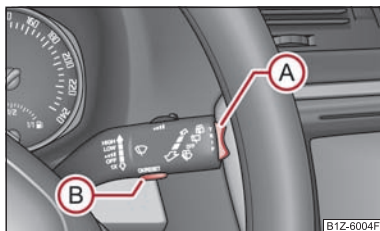

Fig. 19 Indicador multifunción:
La conmutación de las memorias se efectúa con la tecla **(B)** ⇒ fig. 19 en la palanca del limpiaparabrisas.
El balancín **(A)** y la tecla **(B)** se encuentran en el puño de la palanca del limpiaparabrisas ⇒ fig. 19.
Si la temperatura exterior disminuye por debajo de +4 °C, aparecerá delante de la indicación de la temperatura un símbolo de copo de nieve (señal de advertencia para calzada helada) y sonará una señal acústica de aviso. Después de pulsar el balancín **(A)** en la palanca del limpiaparabrisas ⇒ fig. 19 se representará última la función visualizada.
En la pantalla aparece el tiempo de marcha desde la última vez que se borró la memoria. Cuando desee medir el tiempo de marcha a partir de un momento determinado, deberá poner en ese preciso momento la memoria a cero, pulsando la tecla **(B)** en la palanca de limpiaparabrisas → página 19, fig. 19 durante más de 1 segundo.
En el display aparece el kilometraje recorrido desde la última vez que se borró la memoria → página 18. Si desea contar el kilometraje recorrido a partir de un momento determinado, deberá borrar la memoria en ese preciso momento pulsando la tecla **(B)** → página 19, fig. 19 en la palanca del limpiaparabrisas.
El display indica la velocidad media en km/h desde la última vez que se borró la memoria → página 18. Si desea calcular la velocidad media para un período de tiempo determinado, deberá poner la memoria a cero al comenzar la nueva medición pulsando la tecla **(B)** en la palanca del limpiaparabrisas → página 19, fig. 19.
- Mediante el conmutador **(A)** ⇒ **página 19, fig. 19**, seleccione la opción del menú **Advertencia en caso de sobrepasar la velocidad**.